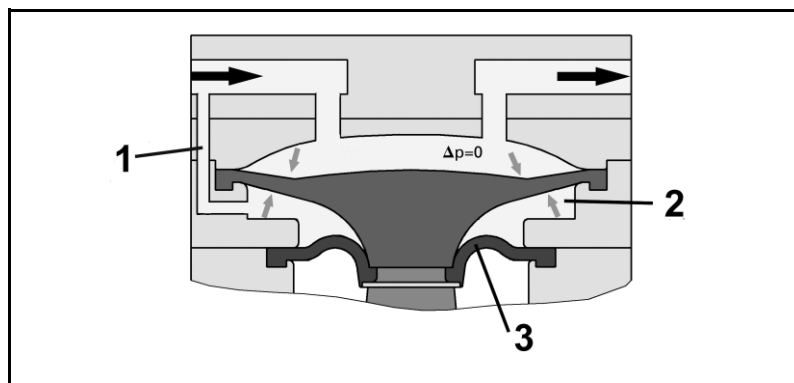

Fig. 4: Fonctionnement du système de stabilisation de la membrane
Une membrane supplémentaire, la « membrane de stabilisation » (3), sépare le côté inférieur de la membrane de travail de la chambre d'entraînement de la pompe (voir fig. 4). L'espace entre les deux membranes appelé « chambre de vide » (2) est relié au côté aspiration de la pompe via un canal d'évacuation (1). Ainsi, il règne dans la chambre de vide à peu près la même pression que dans la chambre de travail de la pompe à membrane. La différence de pression entre le côté supérieur et inférieur de la membrane tend vers zéro. Indépendamment de la pression d'aspiration de la pompe, la membrane de travail reste stable, de sorte que la pompe présente un bon pouvoir d'aspiration sur l'ensemble de son périmètre de travail.